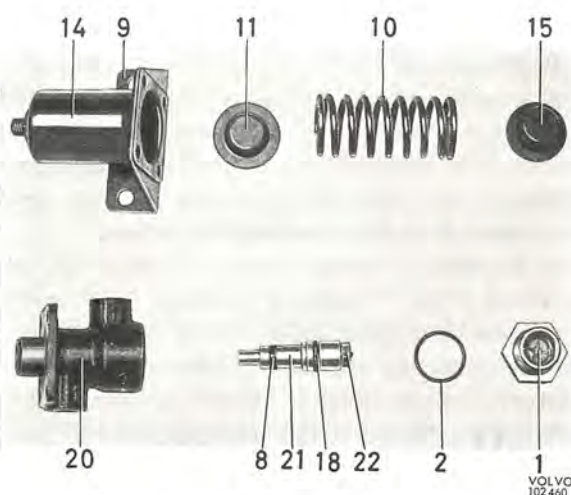

Bild 64. Browsersventil isärtagen
2. Skruva ur proppen (1) och tryck ut kolven komplett, jämför bild 64.